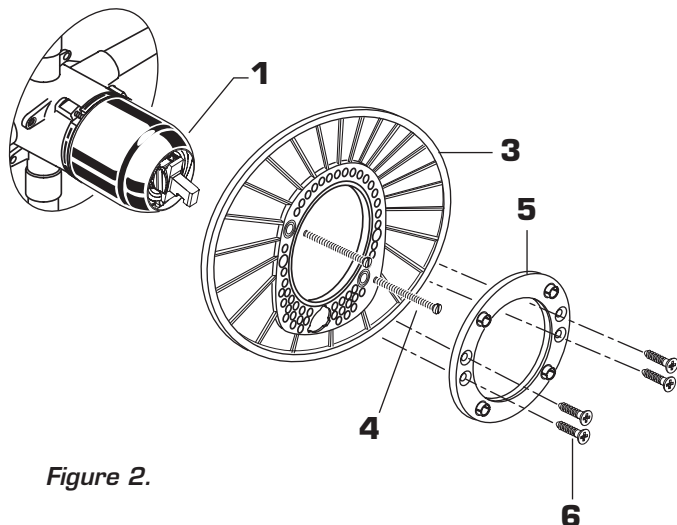

Figure 2.
- **Figure 2.** Pousser le SUPPORT DE ROSACE (3) sur le CAPUCHON (1) et fixer à l'aide des LONGUES VIS (4). Monter le SUPPORT DE ROSACE (5) au SUPPORT DE ROSACE (3) avec 4 VIS COURTES (6).